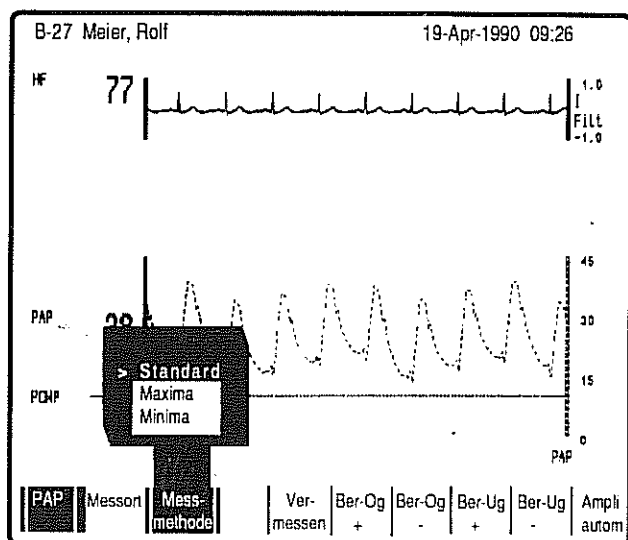

Bild 9
- * Zum Auswählen bewegen Sie den Cursor an die gewünschte Stelle und drücken Taste E (Bild 9).